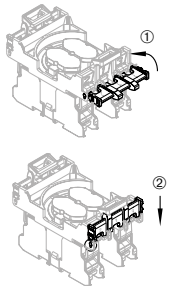

Fig. 5
4. Cerrar y apretar el seguro de contacto (véase fig. 5) Los seguros de contacto a la izquierda y derecha se plegan hacia arriba en 90° y luego se aprietan hacia abajo hasta encajar. De esta forma, los elementos de contacto quedan asegurados también mecánicamente con el soporte de contactos.